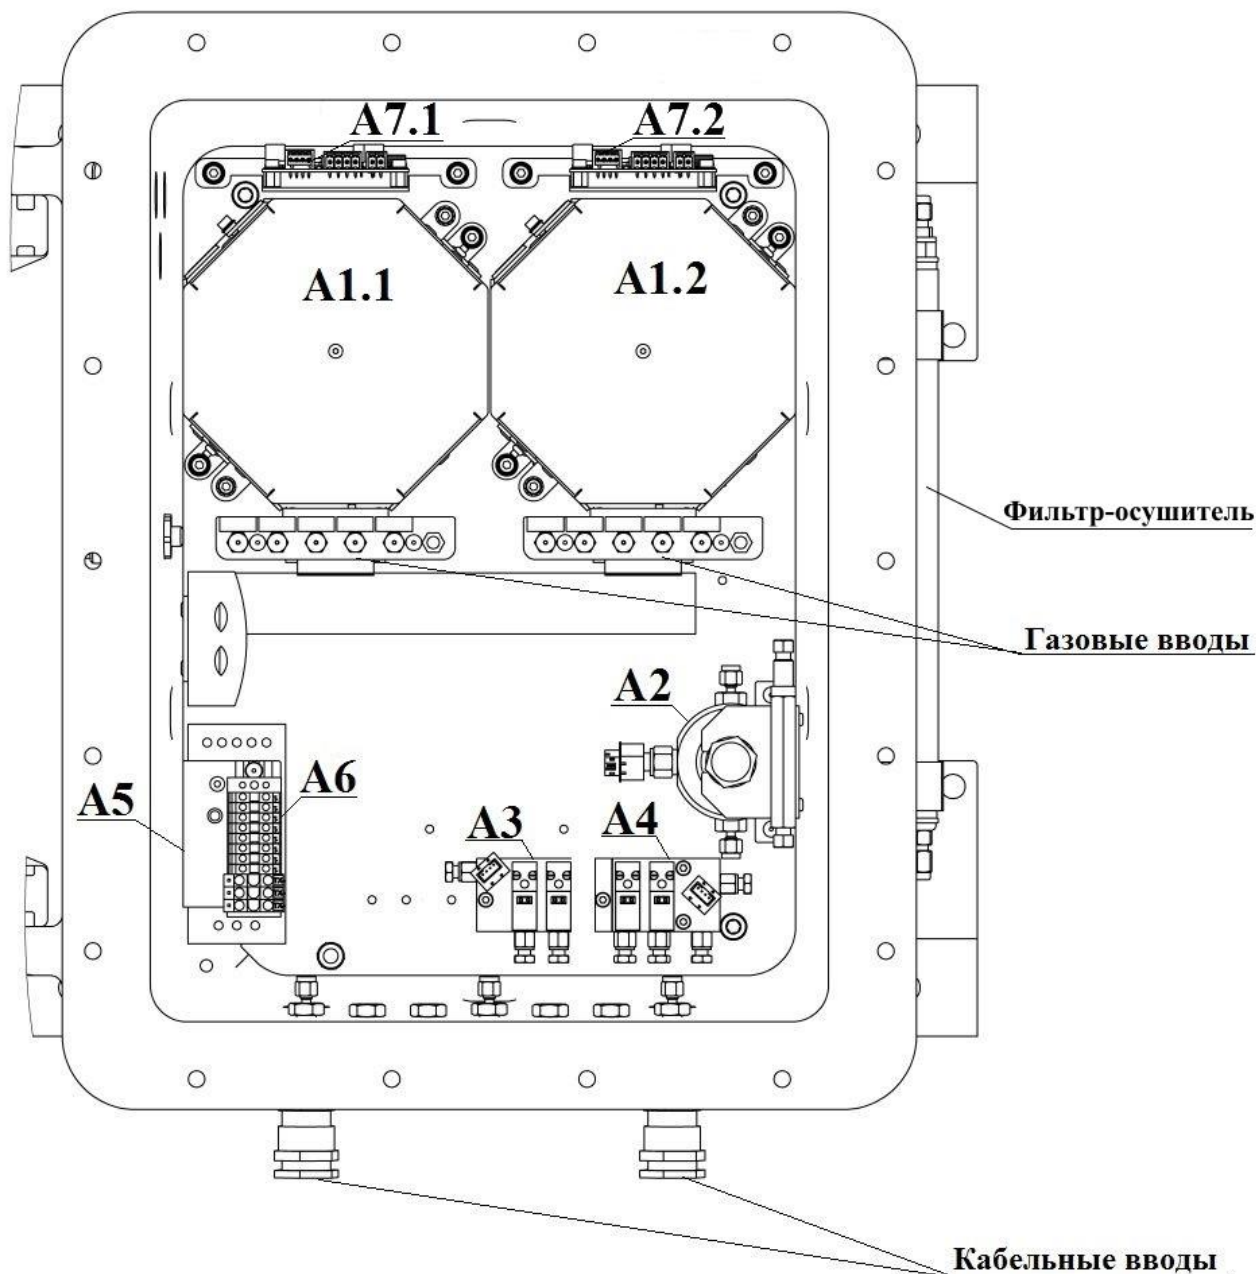
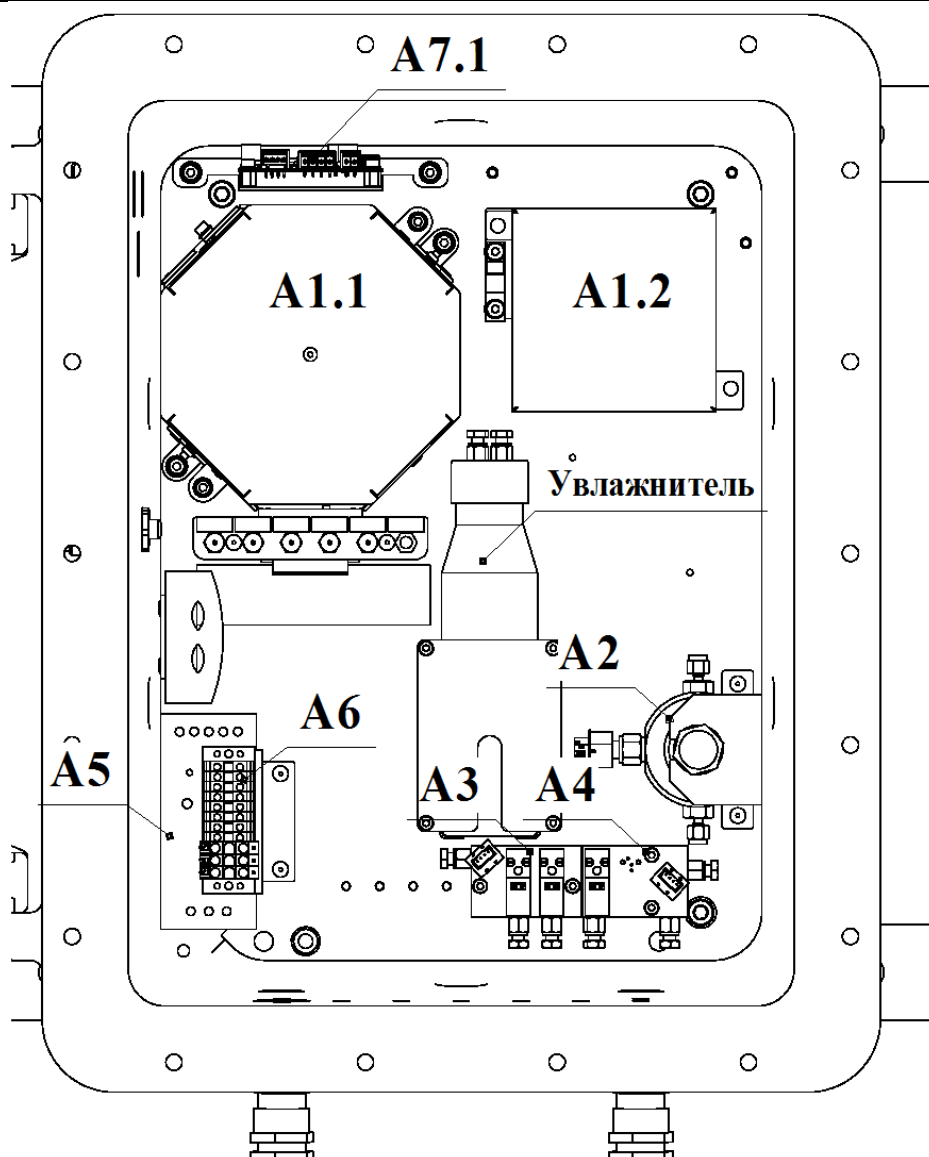

Рисунок 4. Внутреннее устройство хроматографа МАГ (крышка условно не показана)
Рисунок 5. Внутреннее устройство хроматографа МАГ с ЭХД
Внутреннее устройство хроматографа с двумя аналитическими каналами с детекторами ДТП или ТХД показано на Рисунок 4
В состав хроматографа МАГ входят следующие функциональные блоки (Рисунок 4):
- **Обогреваемые газовые вводы.** Огнепреградители обогреваемые устанавливаются опционально (на Рисунок 4 не показаны) при необходимости поддержания заданной температуры газовых вводов, например, для предотвращения конденсации компонентов пробы, в т.ч. при эксплуатации хроматографа при низких температурах окружающей среды.
В случае комплектации хроматографа электрохимическим детектором (ЭХД) он размещается вне аналитического канала в отдельной термостатируемой зоне, **A1.2**, Рисунок 5.
- **A7.1, A7.2.** Платы управления детектором (см. также Рисунок 4 и Рисунок 5). Количество плат данного типа определяется количеством используемых в хроматографе детекторов.
детектирования компонентов пробы, выходящих из хроматографической колонки (подробнее о принципе действия ДТП см. п. 1.5.2, ТДХ – п. 1.5.4). В модификациях хроматографа с электрохимическим детектором он располагается за пределами аналитического канала в отдельной обогреваемой зоне (см. Рисунок 5). При этом аналитический канал содержит только колоночную систему и кран-дозатор.